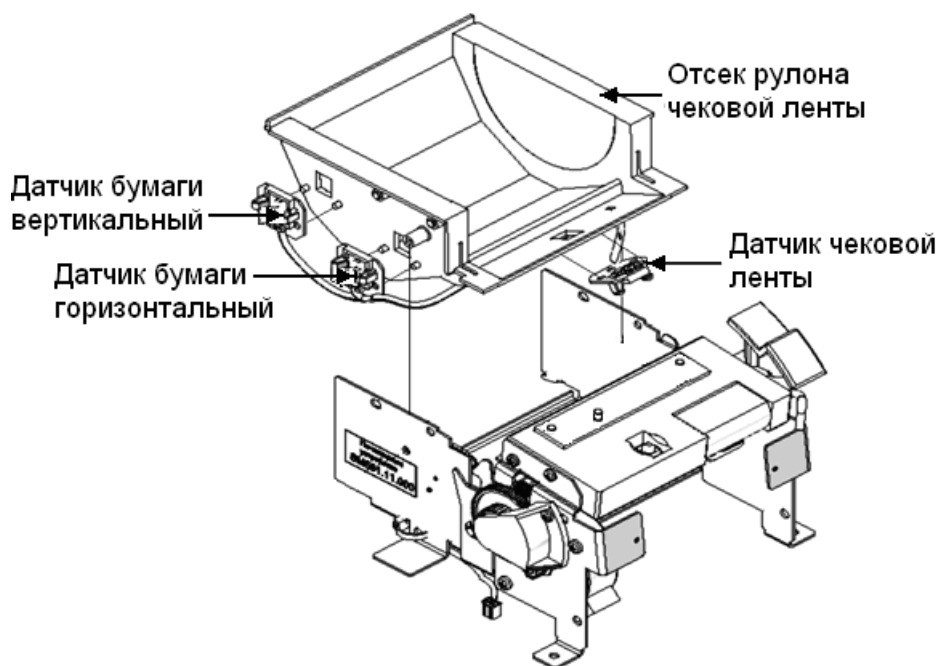

Рисунок 10 Датчики наличия/отсутствия рулонной бумаги
2. Соблюдая осторожность, во избежание повреждения платы датчиков, оторвите датчики от корпуса отсека чековой ленты. Датчики крепятся при помощи клея (см. Рис. 10).